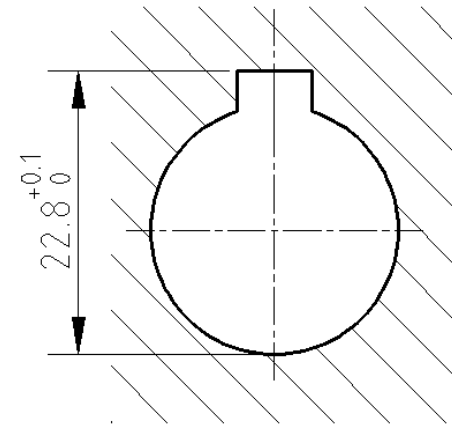

图 3
5. 轮毂与轴采用普通平键连接，将下列技术要求标注于图 3 所示轮毂的视